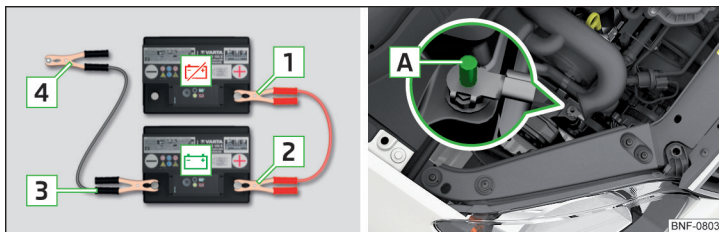

Bild 155 Starthjälp: ☒ - urladdat batteri, ☑ - strömgivande bilbatteri/motorns jordningspunkt vid START-STOPP-system
- På fordon **med** START-STOPP-system får klämman **4** endast anslutas till jordningspunkten på motorn **A** » bild 155.